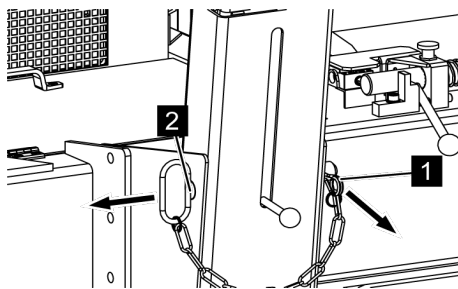

Fig. 99: Cheville de verrouillage
- 2.** ➔ *Retirer la goupille fendue à ressort (Voir la Fig. 99/1) de la cheville de verrouillage (Voir la Fig. 99/2).*
- 3.** ➔ *Retirer la cheville de verrouillage (Voir la Fig. 99/2).*